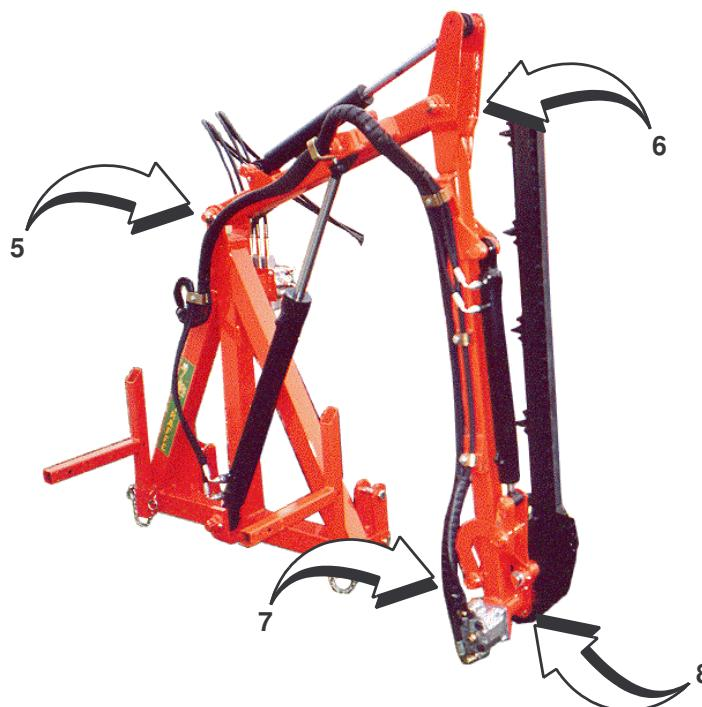

Fig. 3 Ingrassaggio - Lubrication
## 8 Leve di comando (Fig. 3)
- Iniettare grasso negli ingassatori 5, 6, 7 e 8 (Fig. 3).
## 8 Control levers (Fig. 3)
- Inject lube in the lubricators 5, 6, 7 and 8 (Fig. 3).